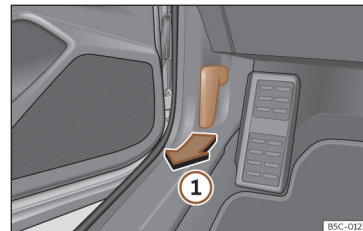

Fig. 215 Trageți de maneta din zona picioarelor șoferului.
- Deschideți ușa și trageți de maneta de sub planșa de bord»» fig. 215 ①.